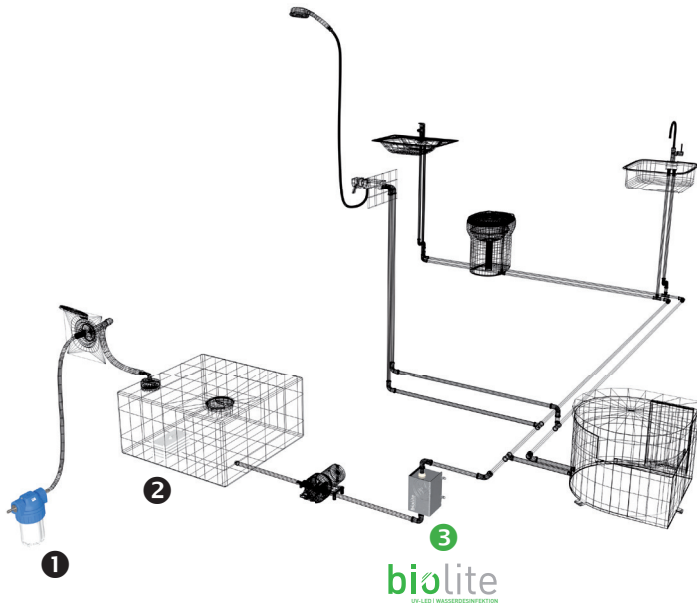

Abbildung 1: Installationempfehlung in einem mobilen Frischwassersystem
Um diese Risiken auszuschließen, empfehlen wir eine Vorfiltration ❶ des Wassers (z.B. bei der Tankbefüllung) mit einer Filtereinheit von z.B. 1 µm sowie eine Konservierung ❷ des Wassers, welche sich über das gesamte Frischwassersystem erstreckt. Eine mindestens jährlich stattfindende Systemreinigung/Desinfektion rundet den hygienischen Betrieb hervorragend ab. *Abbildung 1* zeigt ein Praxisbeispiel wie das Frischwassersystem mit eingebauter biolite® ❸ ganzheitlich hygienisch betrieben werden kann (*siehe auch Kapitel Reinigung (S.27)*).